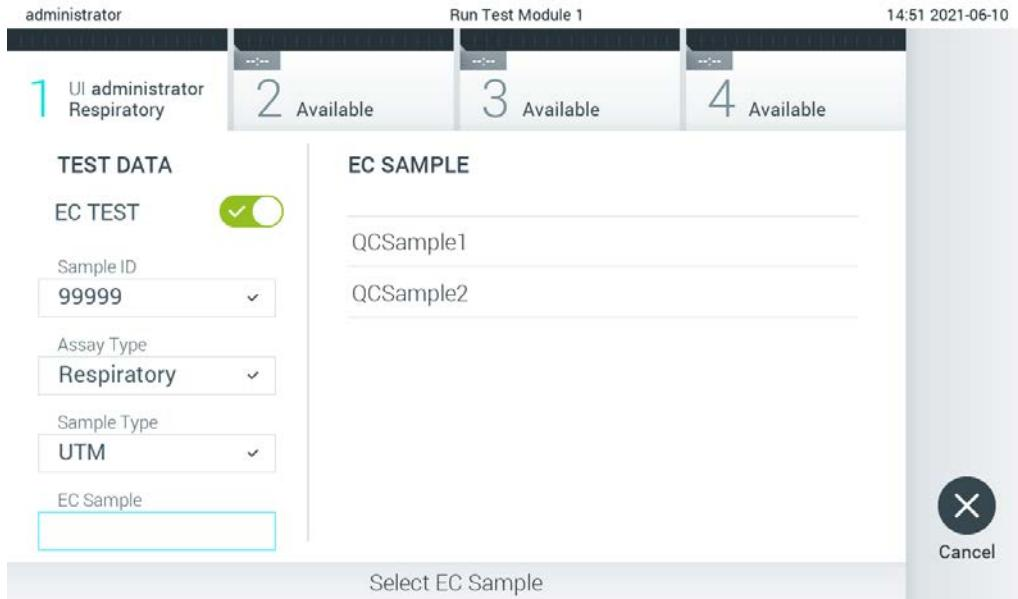

Рис. 91. Выбор пробы внешнего контроля (External control, EC).
6. Выберите соответствующую пробу внешнего контроля (External Control, EC) в списке. Отображаются только пробы внешнего контроля (External control, EC) для выбранного типа тест-системы (рис. 91, следующая страница). Если пробы внешнего контроля (External control, EC) для выбранной тест-системы не сконфигурированы, то список EC samples (Пробы внешнего контроля) будет пустым и запустить цикл анализа внешнего контроля будет невозможно.